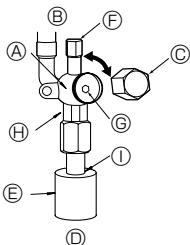

Fig. 4-6
- ② Stop valfinin tamamen açık olduğundan emin olun ve başlığı çevirerek tekrar ilk konumuna getirin.
(2) P100-P140 modellerinin sıvı tarafı (Fig. 4-6)
- ① Başlığı çıkarın ve 4 mm'lik bir altgen somun anahtarıyla vana çubuğu gidebileceği yere kadar saat yönünün tersine döndürün. Tampona dayanınca döndürmeye son verin. (Ø9,52: Yaklaşık 10 devir)